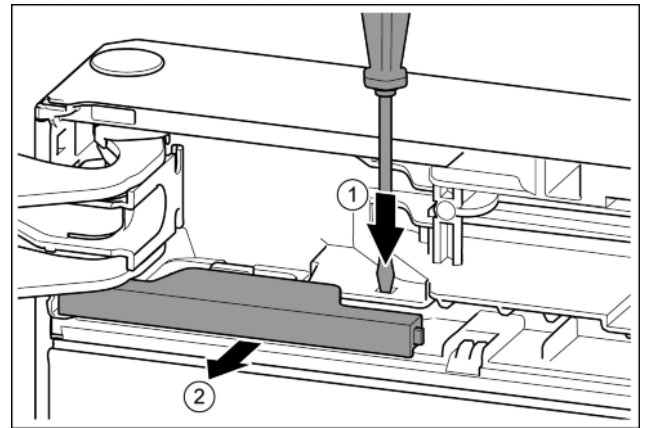

Fig. 10
- Lasche mit Schlitzschraubendreher drücken. Fig. 10 (1)
- Abdeckung aus der Verrastung ziehen. Fig. 10 (2)